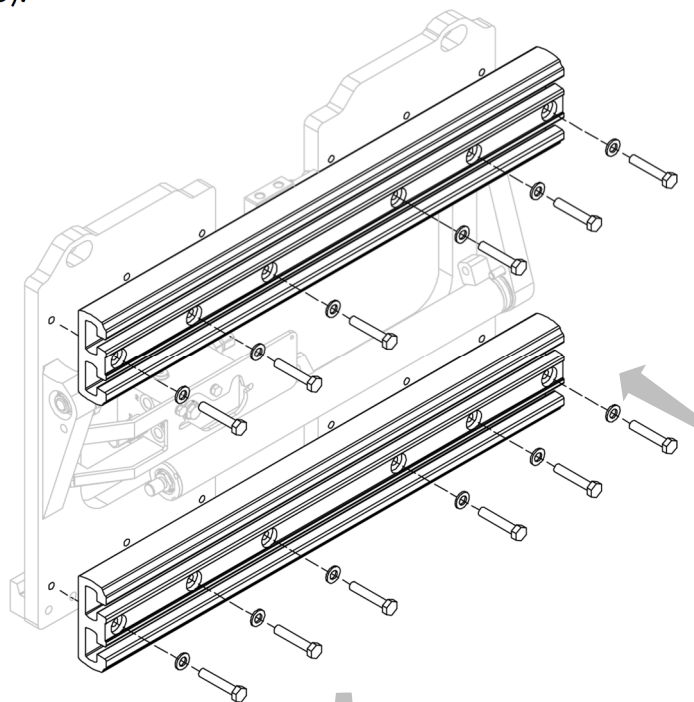
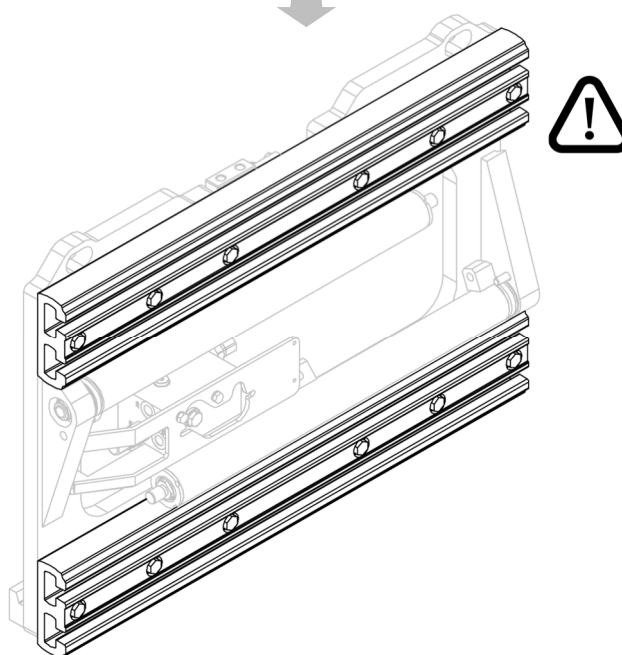

Figura 9
Figura 10
2. Instalar, uno a uno, los perfiles de aluminio mediante los tornillos correspondientes (ver Figura 9 y Figura 10).